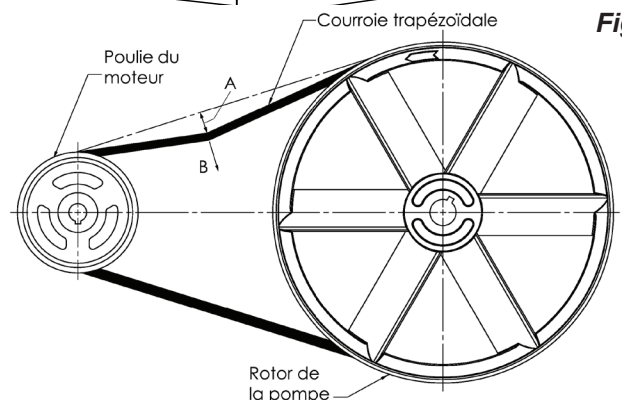

Fig. 8
Pour une efficacité d'entraînement et une durée de vie maximales de la courroie, l'alignement de la poulie et la tension de la courroie doivent être maintenus. (Voir Fig. 8) La tension est correcte en présence d'un fléchissement (Voir Fig. 8 A) de 6.5 mm (1/4") après l'application d'une force (Voir Fig. 8 B) de 4,6 kg (10 lb) à mi-distance entre la poulie du moteur et le volant-moteur de la pompe. Ce fléchissement peut être réglé en procédant comme suit. La poulie doit être soigneusement alignée sur le volant-moteur et toutes les vis d'arrêt doivent être serrées.
3. Décalez le moteur jusqu'au point où le fléchissement correct est obtenu (Voir Fig. 8, A et B).